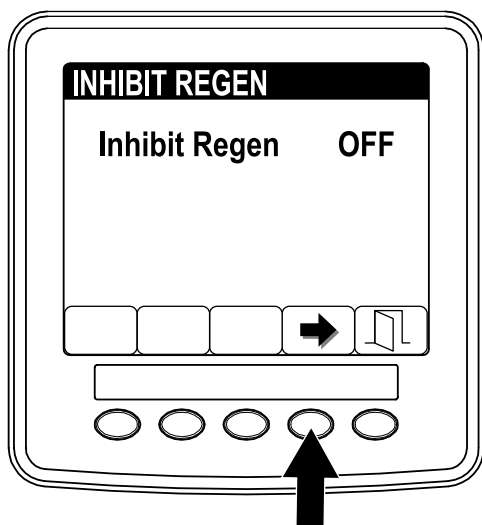

Рисунок 13
3. Нажмите кнопку 4, чтобы изменить настройку запрета регенерации с On (Вкл.) на Off (Выкл.) (Рисунок 13) или с Off (Выкл.) на On (Вкл.).